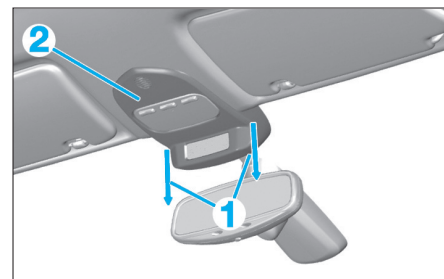

Fig. 64
- Déposer en (1) la console de pavillon (2) comme illustré (Fig.64).